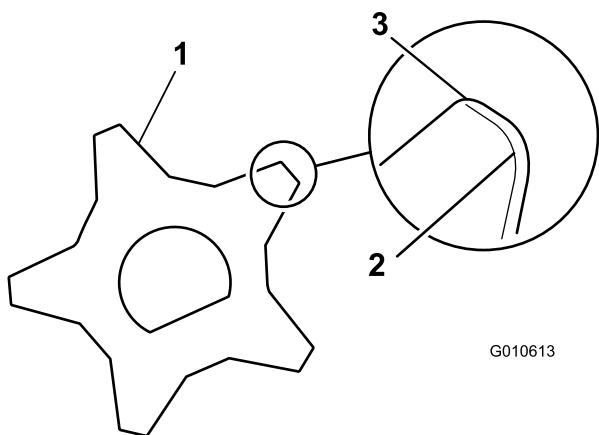

Figure 37
- Remontez l'arbre dans l'ordre inverse du démontage de manière à placer le bord le plus coupant de la lame en avant (Figure 37).